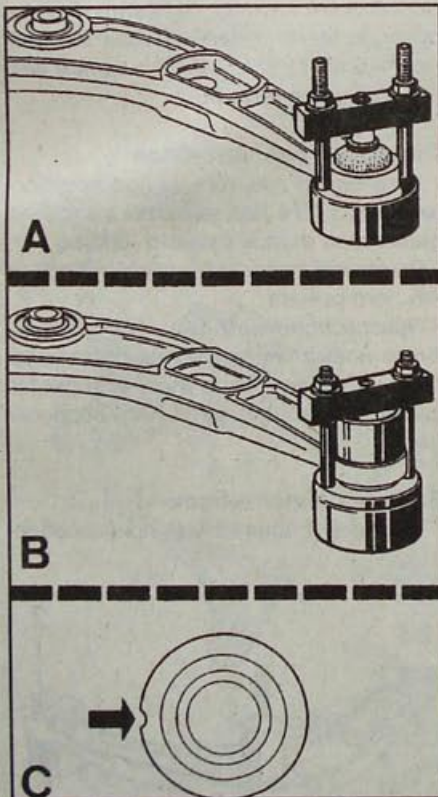

Рис. 10.14. Замена шарового шарнира нижнего рычага передней подвески:
- Приспособлением Т.АВ.1261 выдавите шаровой шарнир из нижнего рычага (рис. 10.14).